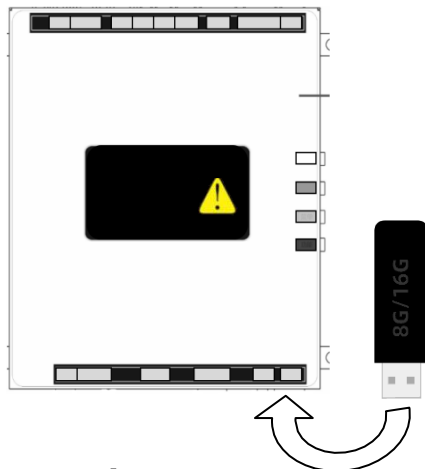

Figura 8.1 Încărcarea software-ului de control
1. Localizați mufa pentru stick-ul USB (consultați Figura 8.1).